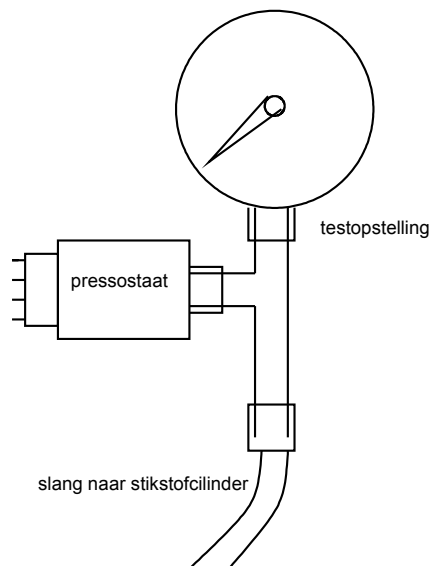

Fig. 10.1 Testopstelling pressostaat
- testopstelling pressostaat (zie fig.10.1)